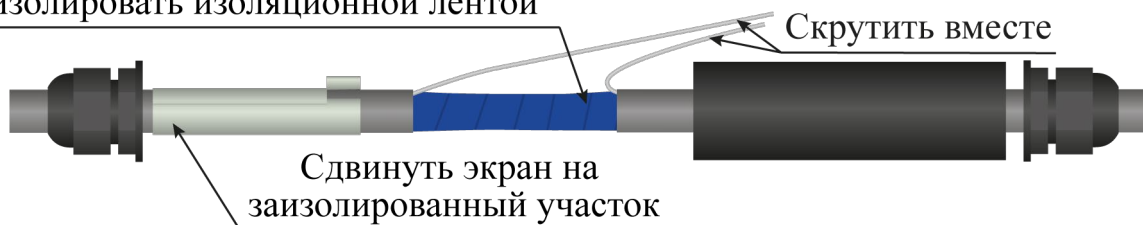

Рисунок 4.35
- гильзу соединительную и жилы кабелей заизолировать изоляционной лентой (рисунок 4.35);
- экранные проводники ремонтируемых кабелей уложить в одном направлении, скрутить вместе (рисунок 4.35);
- сдвинуть экран муфты соединительной на место соединения ремонтируемых кабелей (рисунок 4.35);